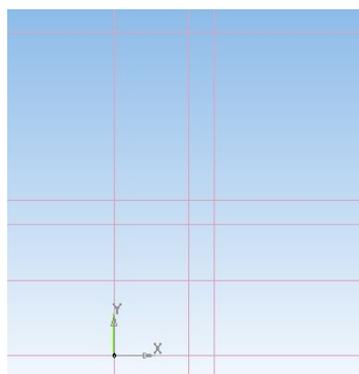

Рис. 5. Вид рабочего поля после построения вспомогательных прямых для эскиза детали *Седло2*
9. Аналогично постройте другие вспомогательные прямые в соответствии с эскизом. Как должно выглядеть рабочее поле после создания всех вспомогательных прямых, показано на рис. 5.